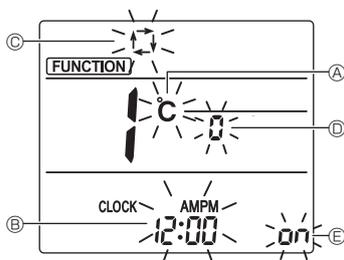

Fig. 4-11
1. Pulse el botón **STOP** (1) para detener el acondicionador de aire.
2. Pulse el botón **MENU** (2).
3. Compruebe que se muestra la función N.º "1", y luego pulse el botón **SET** (3). Se visualizará la pantalla de configuración de la visualización de Pantalla. (Fig. 4-11)
4. Pulse el botón **UP** (4) para cambiar el n.º de función.
### 4.12.2. Cambiar la unidad de temperatura (Fig. 4-11 (A))
- Pulse el botón **TEMP** (5).
- Cada vez que pulse el botón **TEMP** (5), el ajuste cambiará de **C** a **F**.
### 4.12.3. Cambiar la visualización de la hora (Fig. 4-11 (B))
- Pulse el botón **TIME** (6).
- Cada vez que pulse el botón **TIME** (6), el ajuste cambiará de **12:00** a **24:00**.
### 4.12.4. Cambiar el modo AUTO (Fig. 4-11 (C))
- Pulse el botón **MODE** (7).
- Cada vez que pulse el botón **MODE** (7), el ajuste cambiará de **1** a **12**.
### 4.12.5. Cambiar el N.º de par (Fig. 4-11 (D))
- Pulse el botón **DOWN** (4).
- Cada vez que pulse el botón **DOWN** (4), cambia el N.º de par 0-3.